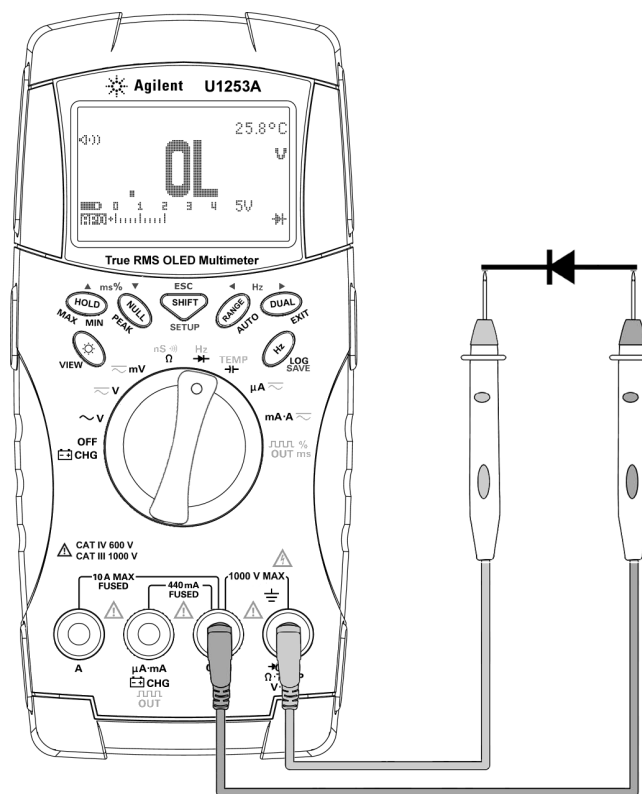

Figura 2-11 Medir a polarização reversa de um diodo
- 5 Inverta as pontas de prova e meça de novo a tensão que cruza o diodo (consulte a Figura 2-11 na página 47). Avalie o diodo seguindo estas orientações: